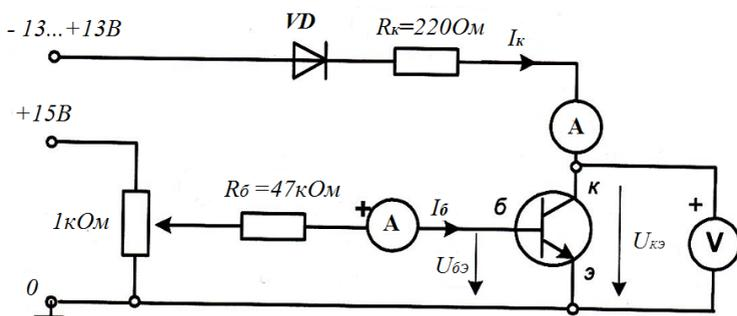

Рис. 6.1. Схема для снятия выходных ВАХ биполярного транзистора
В лабораторной работе исследуется биполярный транзистор. Схема включения транзистора с общим эмиттером (рис. 6.1) собирается с помощью соединительных проводников на наборной панели лабораторного стенда.
2. Соберите исследуемую цепь (рис. 6.1) на макетной панели с помощью проводников. Последовательно в цепи коллектора и в цепь базы включите миниблок «амперметр». Переключите мультиметр в режим измерения постоянного тока с диапазоном 200 мА и с помощью двухжильного измерительного проводника со штекером поочередно подключайте к миниблокам «амперметр» мультиметр.